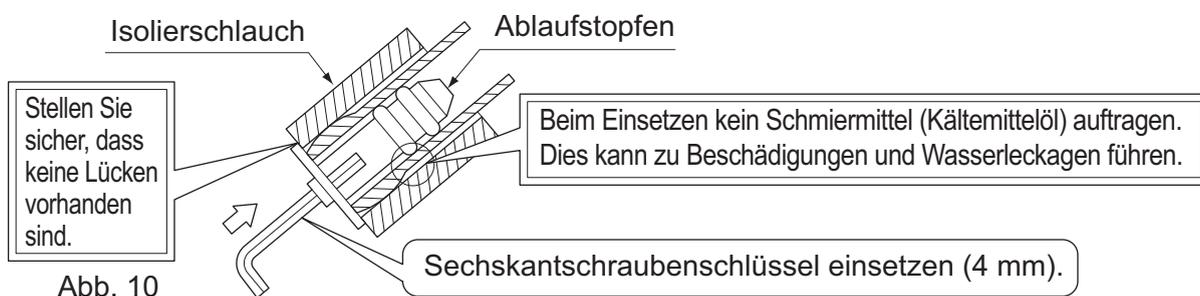

Abb. 10
- Entfernen Sie den Ablaufstopfen, den Isolationschlauch und den Ablaufschlauch vom Ablaufbecken und tauschen Sie es aus. **(Siehe Abb. 10)**
- Formen Sie zuvor die lokalen Kühlmittelrohrleitungen und achten Sie dabei auf die auf der Montageplatte (1) eingravierten Markierungen für flüssigkeitsseitige und gaseitige Rohrleitungen.